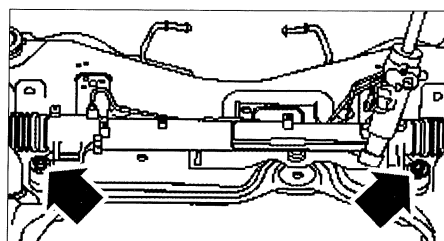

FIG. 10
- las fijaciones de la cremallera (**fig. 10**).